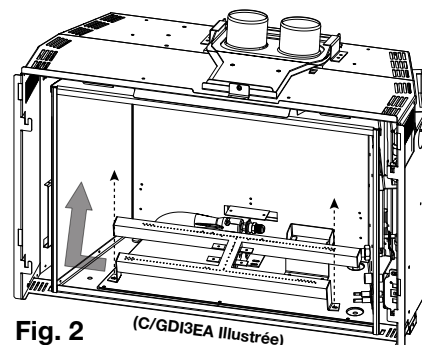

Fig. 2 (C/GDI3EA illustrée)
- ☐ 3. Retirez les 2 vis servant à fixer le brûleur tubulaire. Le-glissez au côté gauche, puis la soulevez et retirez (**Fig. 2**).